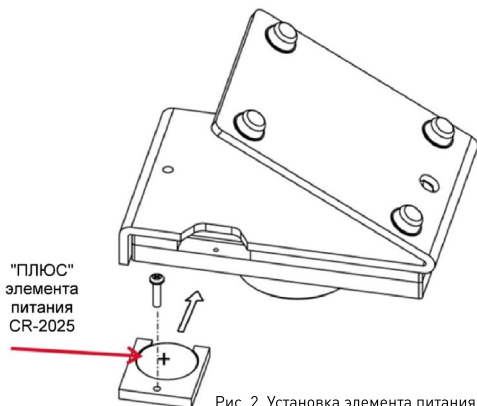

Рис. 2. Установка элемента питания.
- 3.2. Установите элемент питания в контейнер и установите контейнер в панель, соблюдая полярность, как указано на Рис. 2. Закрепите контейнер в панели при помощи винта.